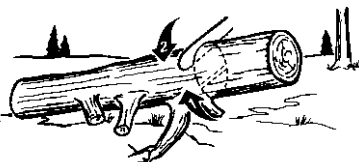

Fig.23
2. Tronçonnage d'un tronc supporté à une extrémité: Effectuer d'abord une coupe par le dessous (sous-coupe) sur 1/3 du diamètre, de manière à éviter l'éclatement du bois. Ensuite, effectuer une coupe par dessus (sur-coupe) pour joindre la première coupe et éviter tout coincage (Figure 23).